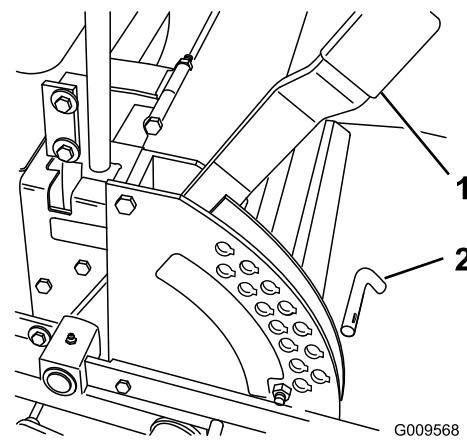

Bild 18
1. Heben Sie den Schnitthöhenhebel in die Transportstellung (entspricht der Schnitthöheneinstellung von 127 mm) (Bild 18).
2. Entfernen Sie den Split zum Einstellen der Schnitthöhe aus der Schnitthöhenhalterung (Bild 18).
3. Wählen Sie ein Loch in der Schnitthöhenhalterung, das der gewünschten Schnitthöhe entspricht, und stecken Sie den Lastösenbolzen wieder ein (Bild 18).